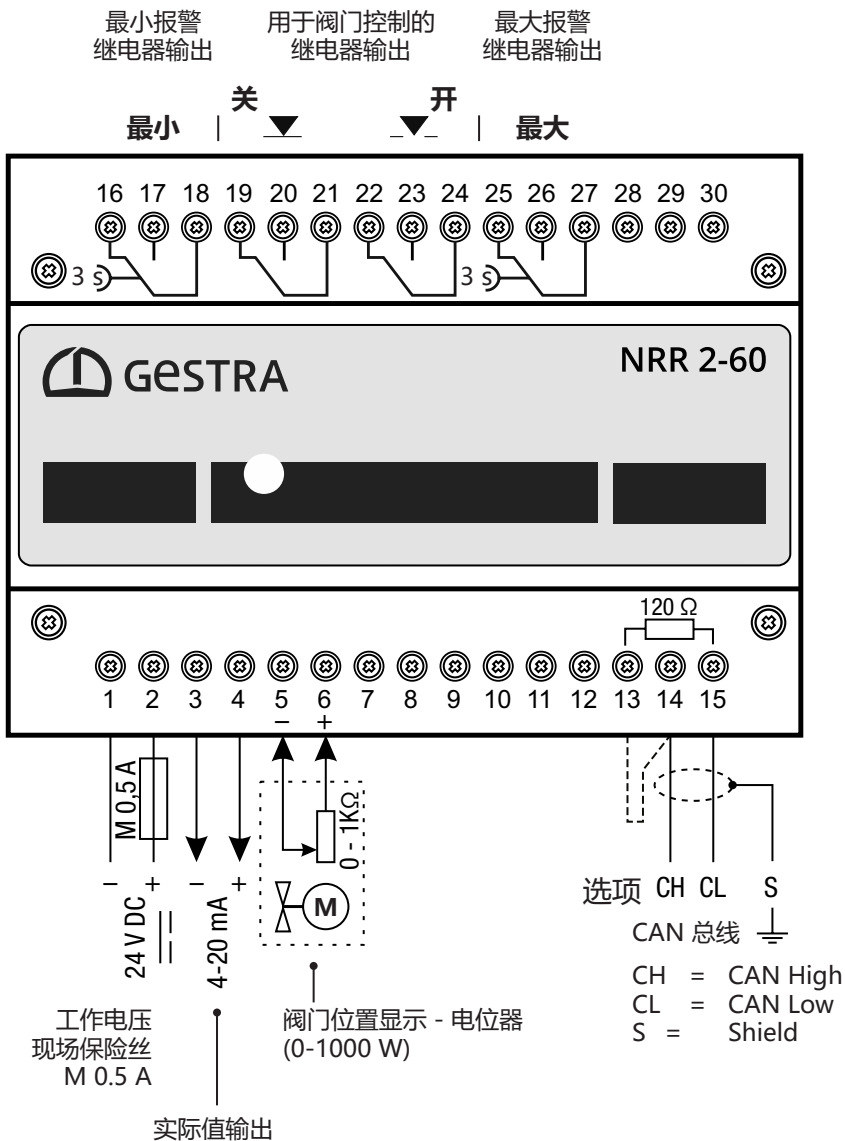
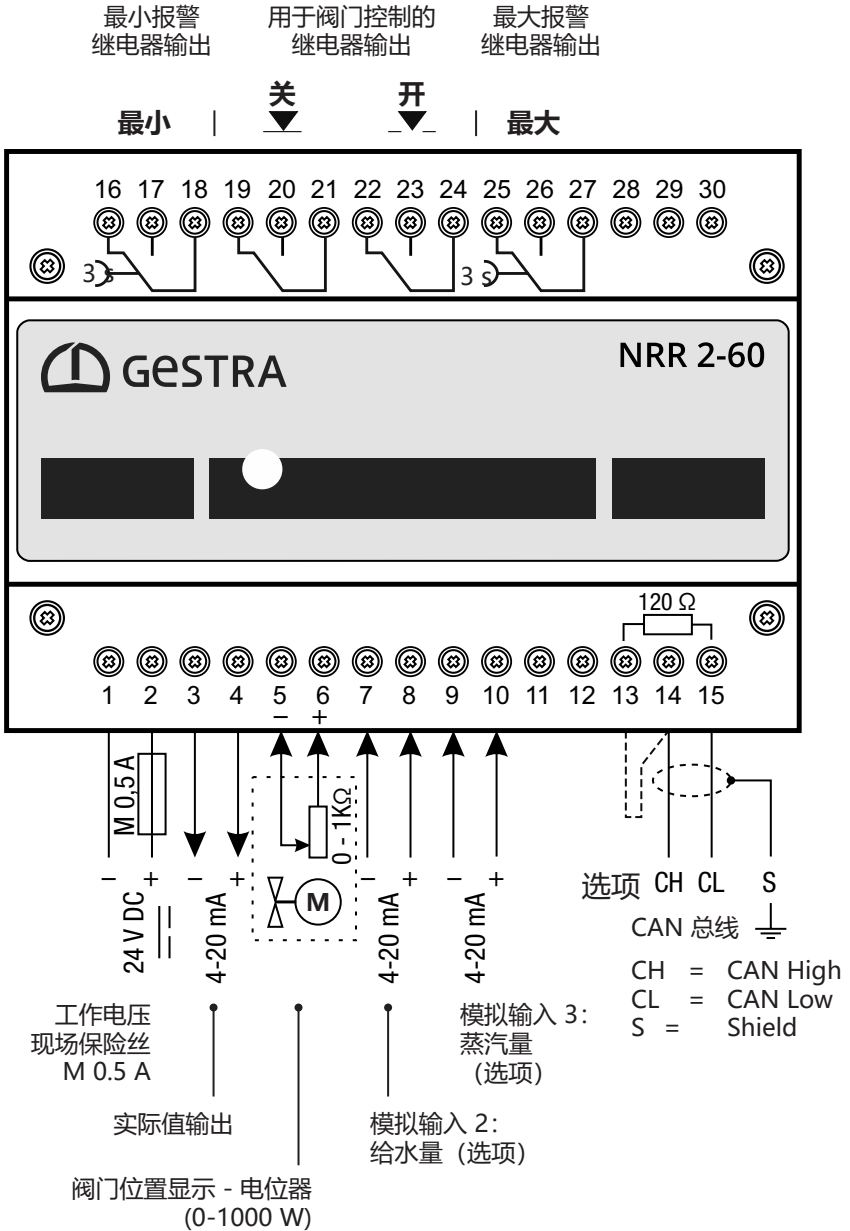

图 7
图 8
- 按照本说明书中的接线图 图 7 / 图 8 连接液位控制器和所有相关组件。
- 按照接线图 图 7/图 8 连接输出。